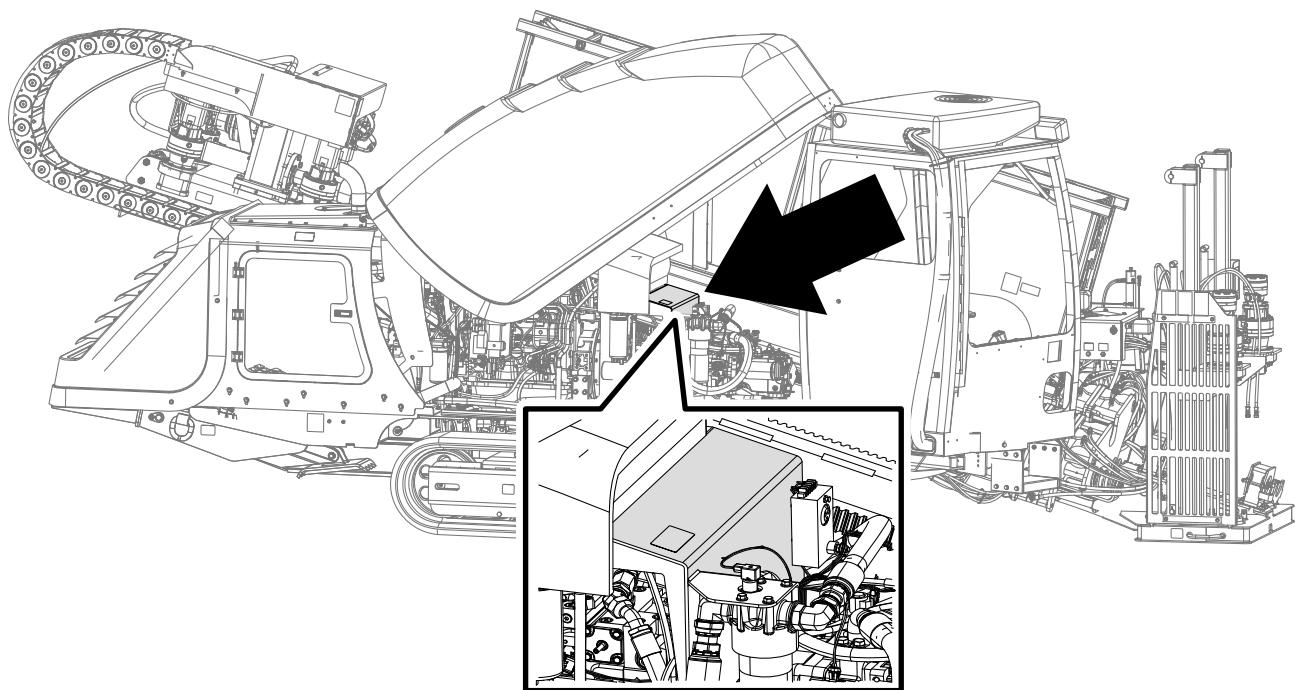
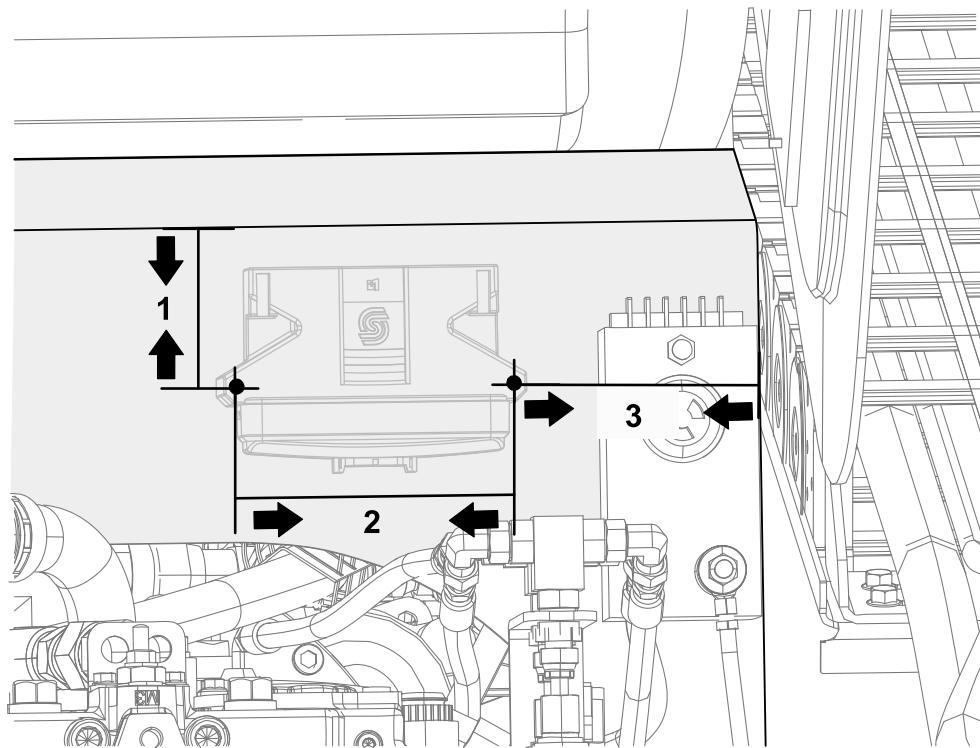
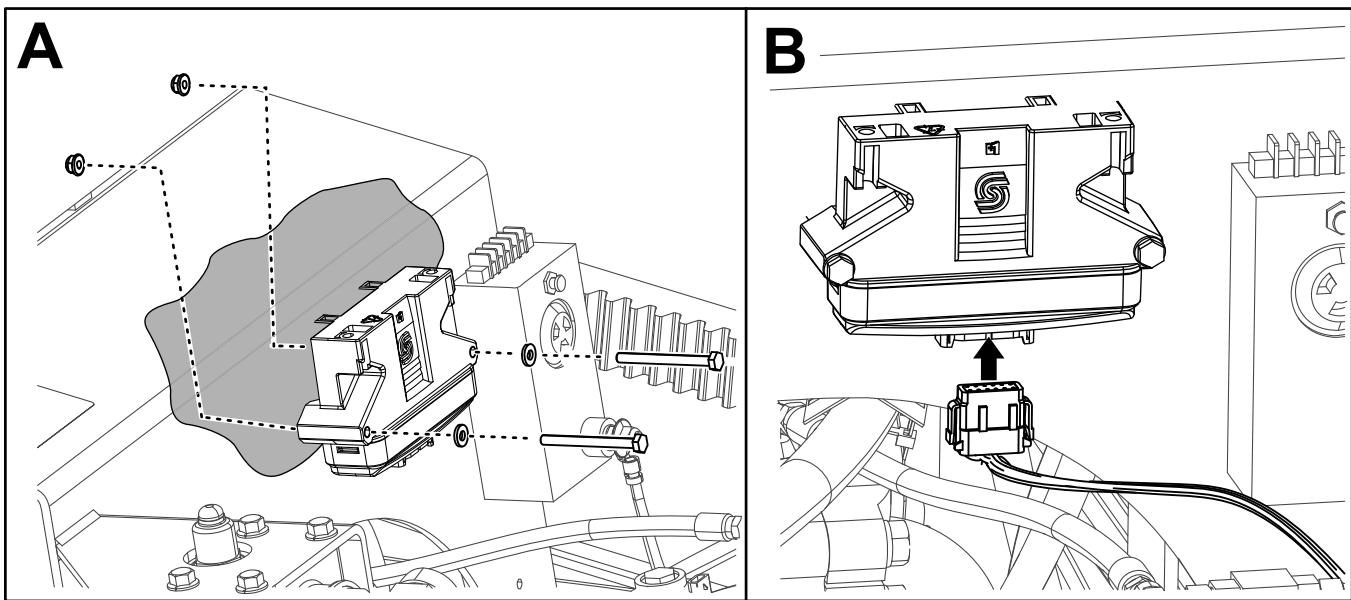

Рисунок 2
Рисунок 3
Рисунок 4
1. Просверлите 2 отверстия в панели (Рисунок 2), используя размеры, указанные на Рисунок 3.
2. Прикрепите микропроцессор к панели (Рисунок 2) с помощью 2 болтов (1/4 x 2-3/4 дюйма), 2 шайб и 2 гаек (1/4 дюйма), как показано на Виде А на Рисунок 4.
3. Подсоедините жгут проводов к микропроцессору, как показано на Виде В на Рисунок 4.